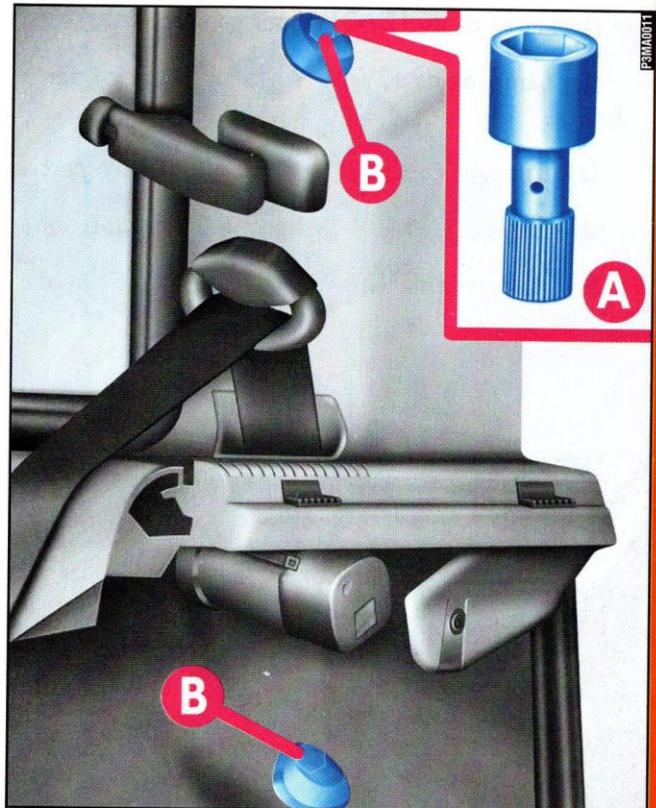

fig. 24
- 2) Con la chiave per i bulloni delle ruote allentare i dadi **B-fig. 24** di fissaggio del gruppo ottico e svitarli con la prolunga **A**.
5) Rimontare il gruppo ottico, serrando bene i dadi **B-fig. 24**, senza però forzare troppo.